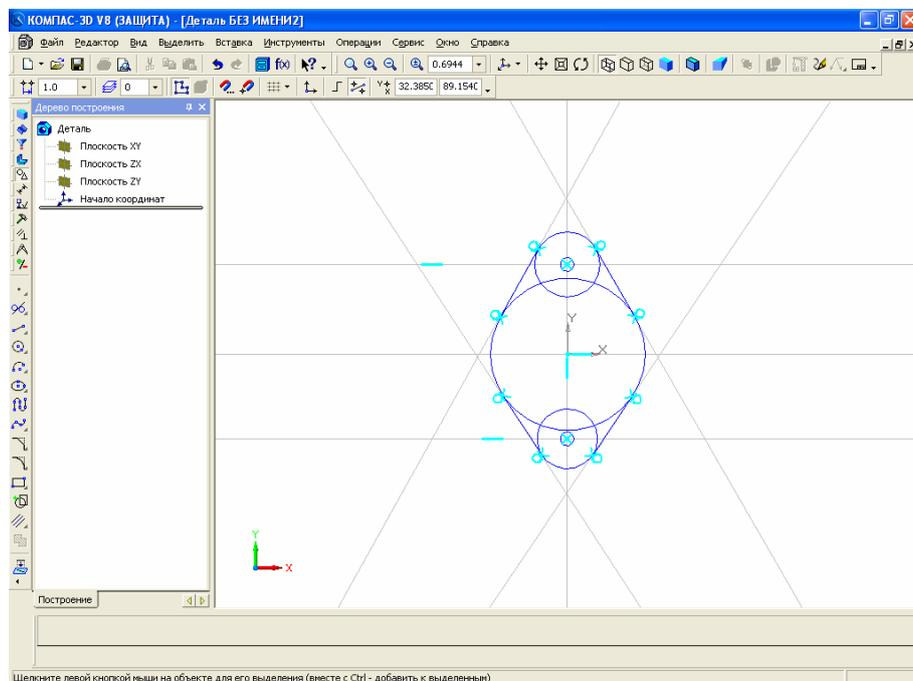

Рис. 24. Создание второго сопряжения
18. Аналогично создайте второе сопряжение (рис. 24).